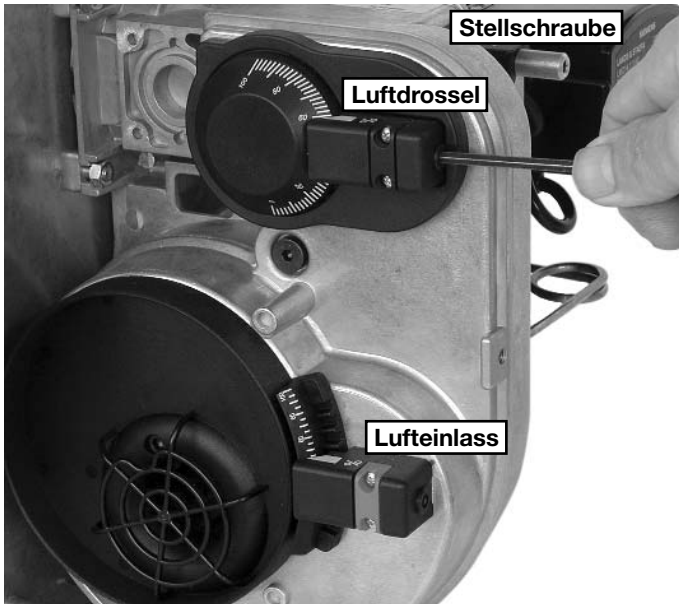

Abbildung 15 / Figure 15
druck erhöht, der  $\text{CO}_2$ -Gehalt der Abgase steigt (siehe Abb. 15).
druck steigt (siehe Abb. 15).
- By turning the adjusting screw to the right the blast pressure increases, the CO2 content of the exhaust gas rises (see fig. 15).
- By turning the drive shaft to the right, the airflow rate increases CO2 content of the exhaust gas rises and the fan pressure decreases (see fig. 15).
- En tournant la vis de réglage vers la droite, la teneur en CO2 des gaz brûlés est augmentée et la pression de la soufflerie augmente (cf. fig.15).
- En tournant l'arbre d'étranglement vers la gauche, la teneur en CO2 des gaz brûlés est augmentée et la pression de la soufflerie baisse (cf. fig.15).